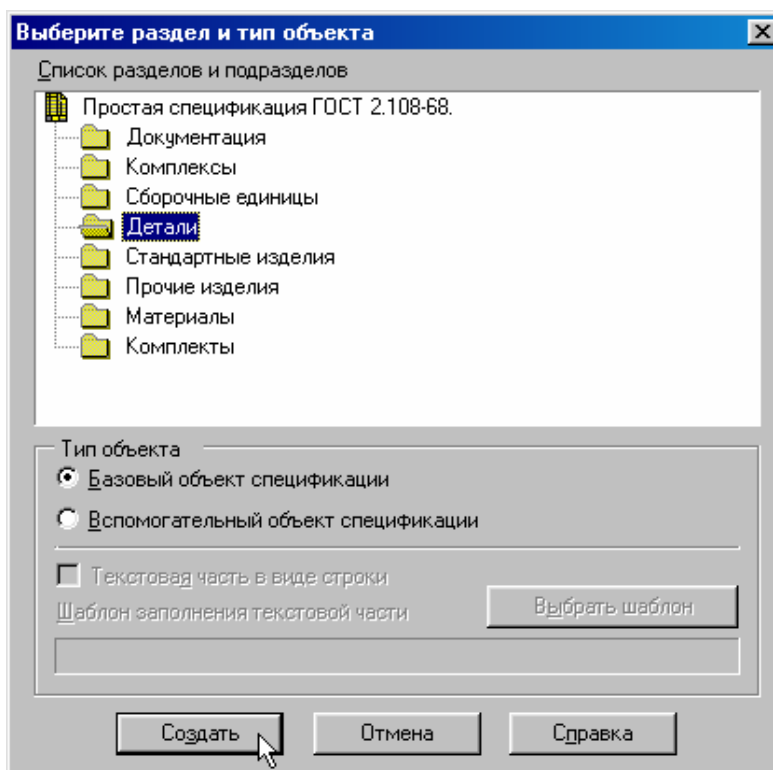

Рис. 22
5. Выполните команду *Сервис – Объекты спецификации – Добавить объект*. В диалоговом окне *Выберите раздел и тип объекта* щелкните на разделе *Детали* и нажмите кнопку *Создать*, рис. 22.